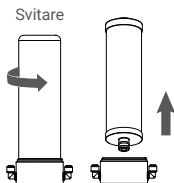

Figura 7
2. Svitare il corpo e tirare fuori il vecchio filtro. (Figura 7)